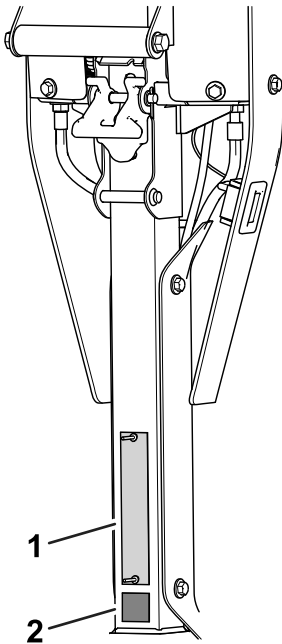

Figure 10
- Apposez l'autocollant CE sous la plaque du numéro de série (Figure 10).